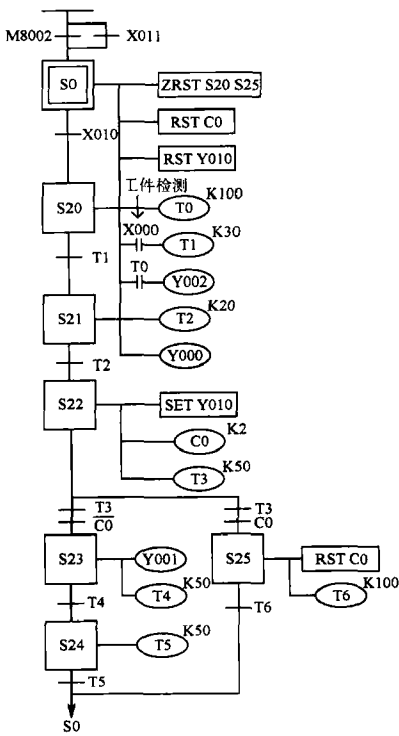

图 3-28 气动控制阀的控制程序
(3) 控制程序 顺序功能图如图 3-28 所示，其指令程序如下：